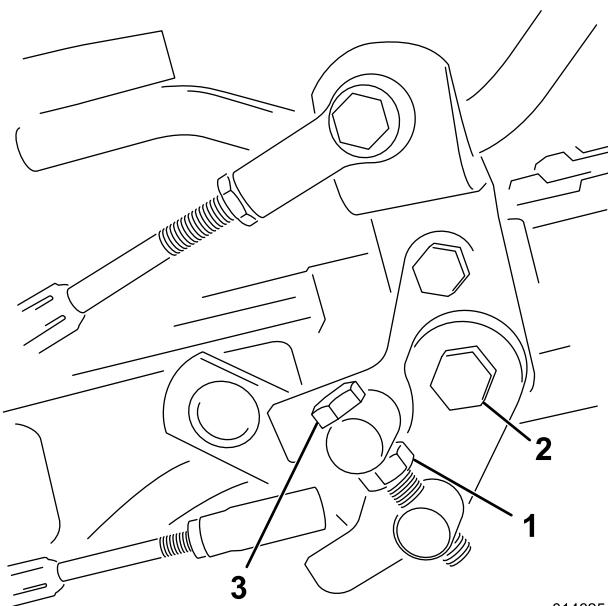

Figura 51
1. Liberte a porca de bloqueio do parafuso do eixo (Figura 51).
4. Aperte a porca de bloqueio no parafuso do eixo e a porca na articulação do pedal para bloquear o ajuste (Figura 51). Verifique o ajuste e ajuste se for necessário.